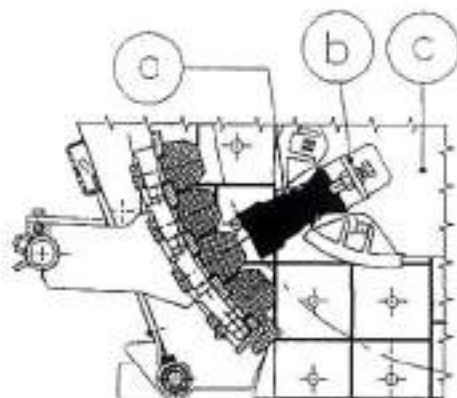

fig. 9
I martelli (fig. 9/A) costituiscono il dispositivo principale atto a frantumare il materiale in entrata e vengono realizzati in acciaio al manganese oppure in lega al cromo. La scelta dell'uno o dell'altro tipo è dettata dalla pezzatura e dal grado di abrasività del materiale da trattare.
I martelli sono tenuti in posizione tramite i dispositivi di bloccaggio (fig. 9/B).
La durata dei martelli dipende in larga misura dall'abrasività e dal tenore di umidità dell'inerte da frantumare. Debbono essere sostituiti quando la loro sporgenza rispetto al rotore (fig. 9/C) non consente più di ottenere una corretta frantumazione; solitamente vengono sfruttati fino a 7-8 cm di sporgenza residua se le usure sono distribuite in modo omogeneo su tutta la lunghezza.
- togliere i dispositivi di bloccaggio del martello (fig. 9/B) svitando la vite;
- rimettere il dispositivo di bloccaggio del martello (fig. 9/B) ed avvitare la vite.